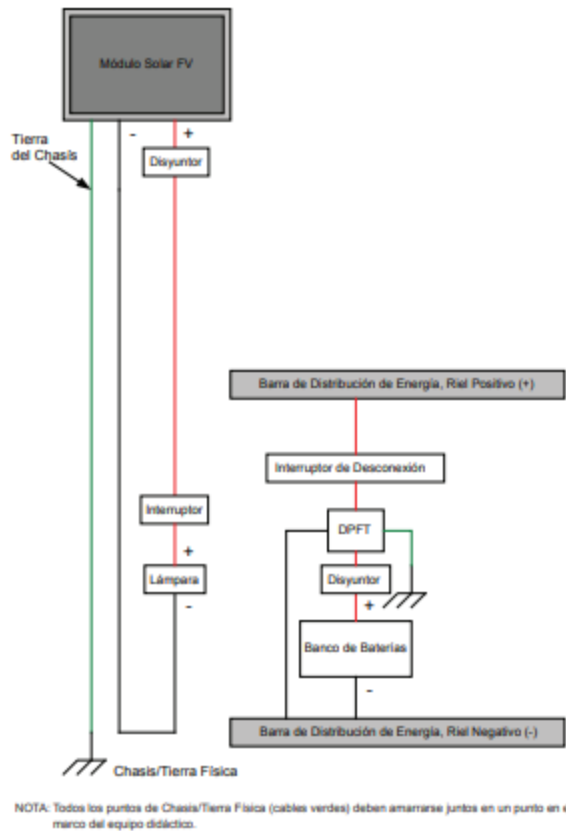

Figura 2-14. Configuración del sistema.
3. Comience instalando y realizando el cableado requerido de acuerdo con la figura 2-14.